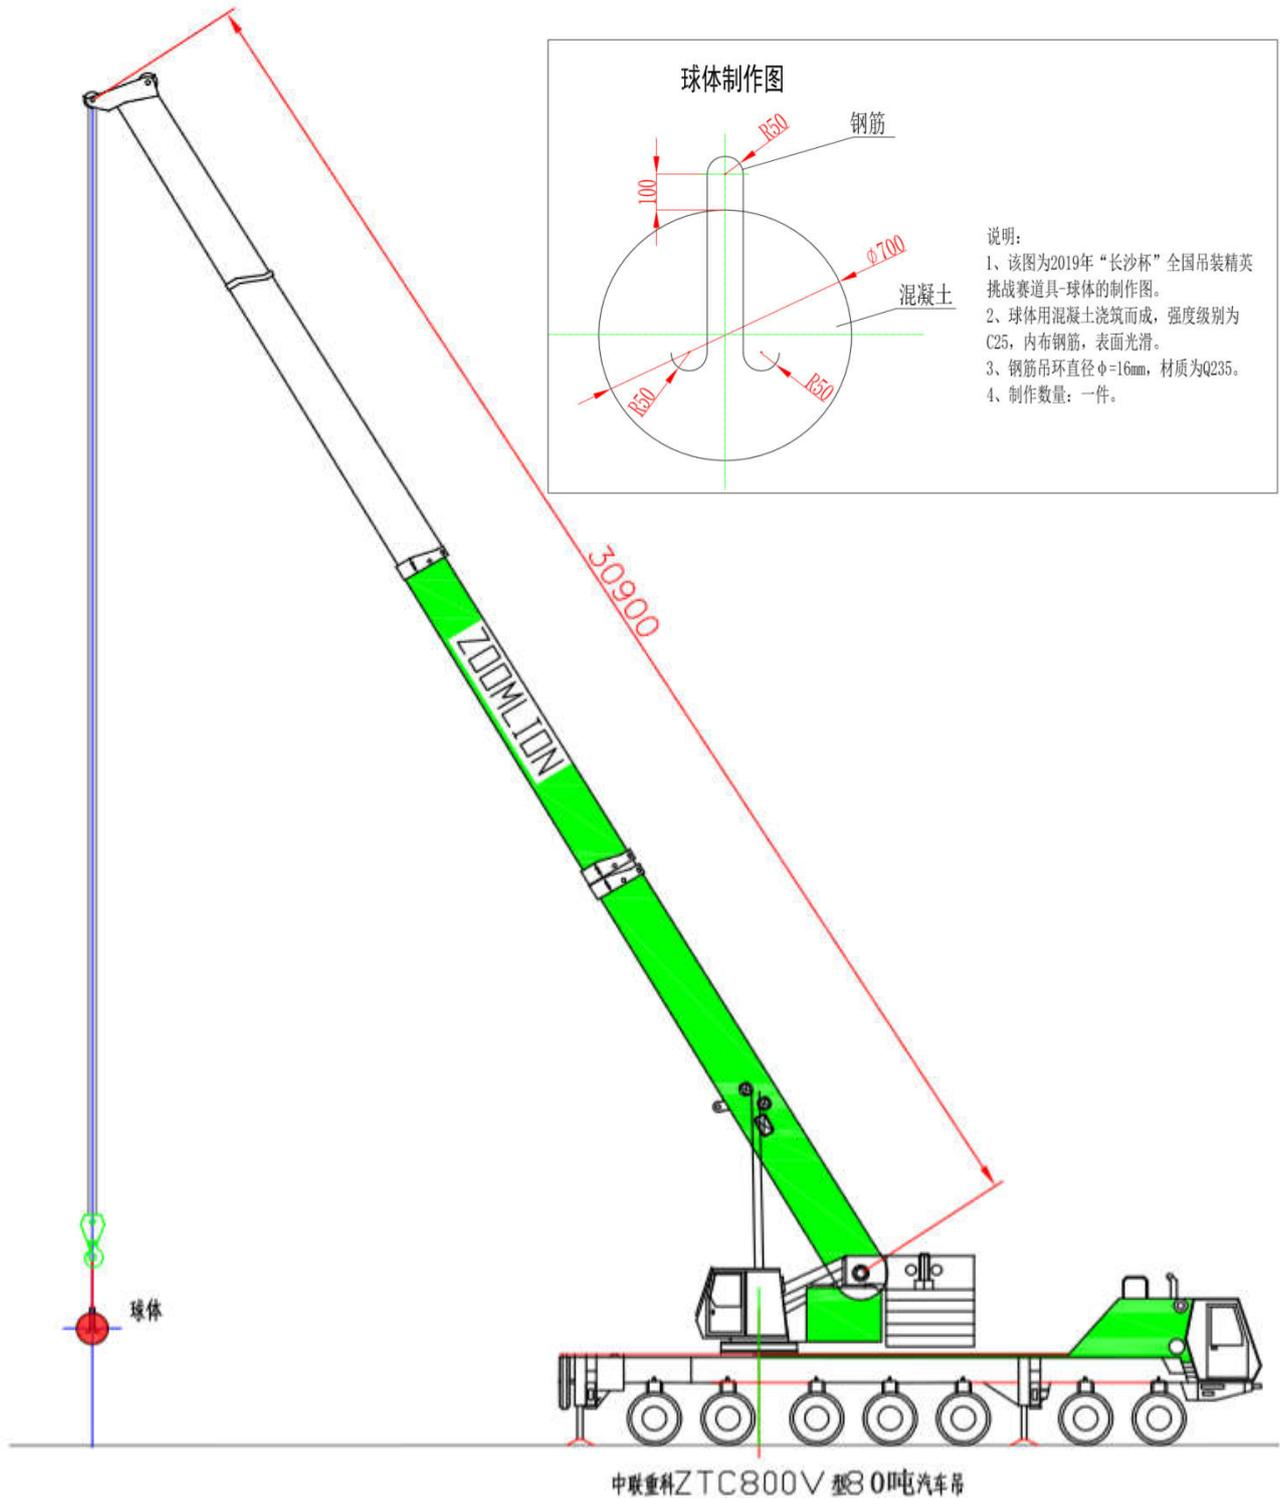

图 3、吊装竖面布置示意图
(2) 球体一个（直径为 $\phi 700\text{mm}$ ，用混凝土浇筑而成，预埋钢筋吊挂点，重量控制在 500Kg 左右），见图 3；
(3) 直径 $\phi 21.5\text{mm}$ 、长度 1 米的钢丝绳扣一根；1 吨弓形卸扣一只。